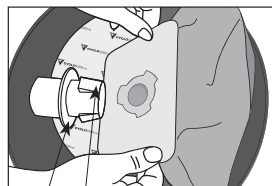

figure 19
3. Installer le nouveau sac, en vous assurant d'aligner les coches du sac avec les pointes de l'adaptateur (**figure 19**).